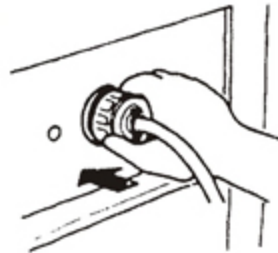

Рис. 31
5.5.2 З'єднайте з електричними приладами (Рис. 31)